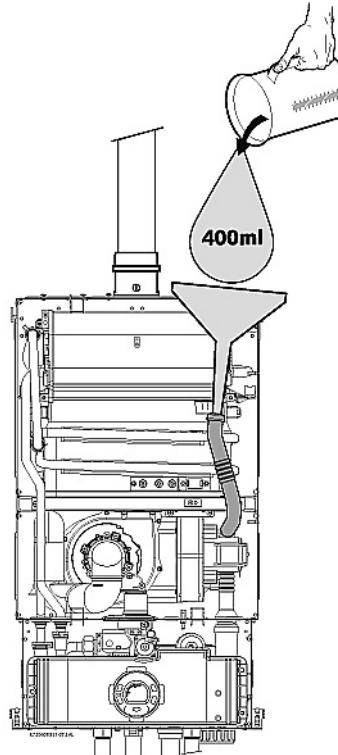

Fig. 15
- ▶ Vul de sifon met ongeveer 400 ml water, langs de condenswaterbuis. Gebruik een trechter die u in de buis stekt, om de geiser niet te beschadigen, zie fig. 15.
- ▶ Remplir le siphon avec environ 400 ml d'eau, via le tuyau de liquides condensés. Afin de ne pas endommager l'appareil, utiliser un entonnoir à l'extrémité du tuyau, voir fig. 15.